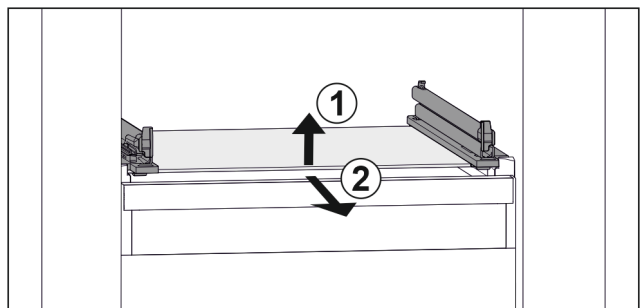

Fig. 37 Примерное отображение стеклопластины
- ▶ Приподнимите стеклопластину спереди. Fig. 37 (1)
- ▶ Извлеките стеклопластину движением вперед. Fig. 37 (2)